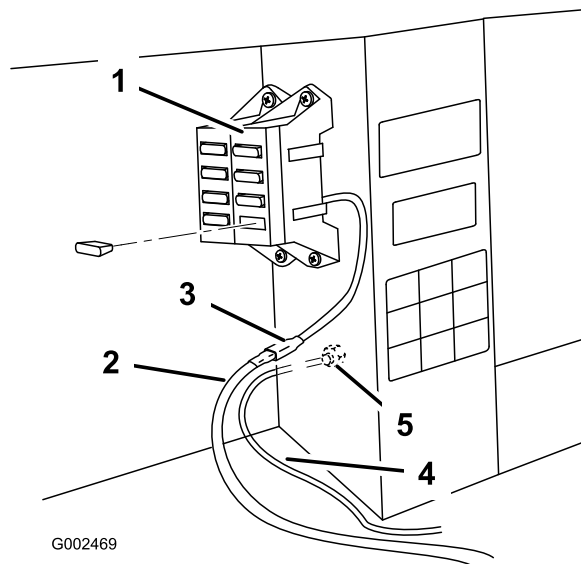

Figura 23
2. Ligue o anel do cabo preto ao parafuso de massa (Figura 23).